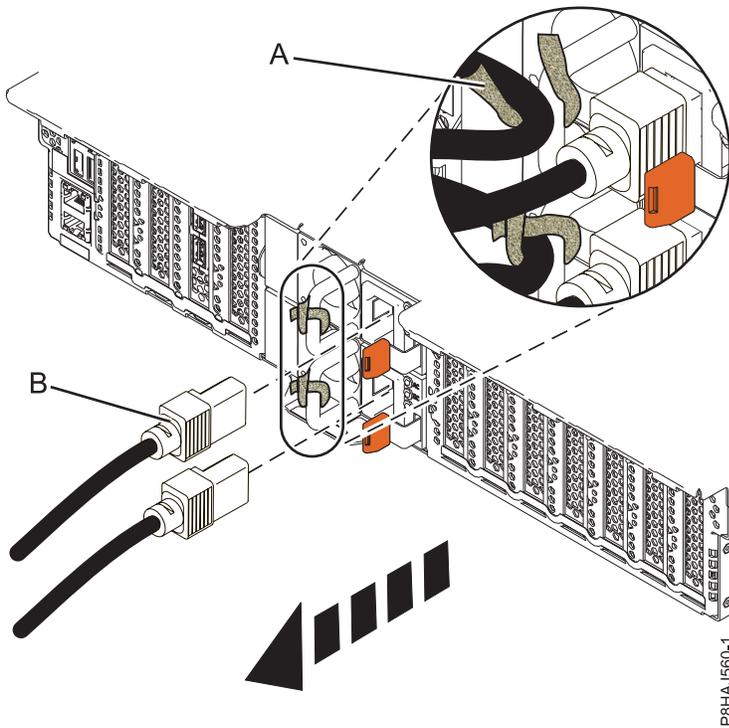
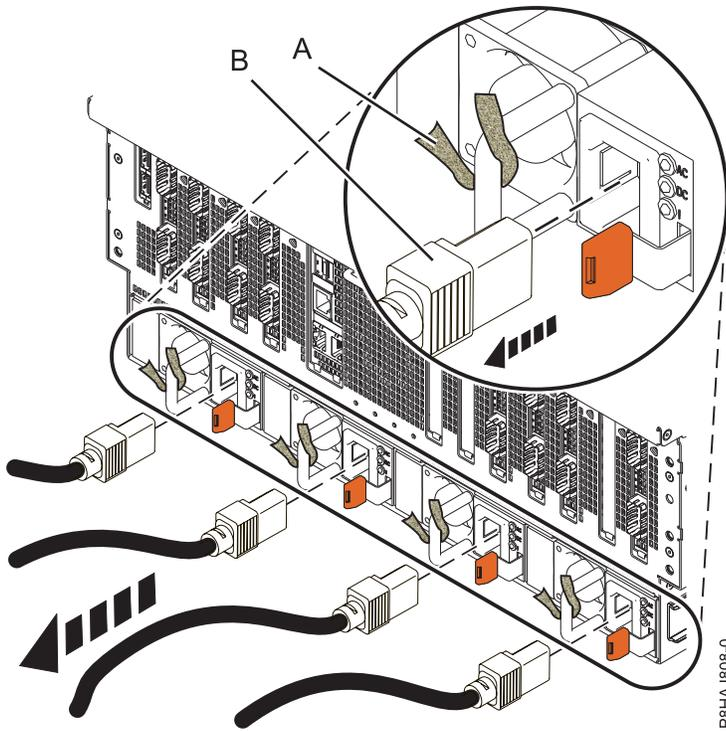

Figure 50. Retrait des cordons d'alimentation d'un système 5148-21L, 5148-22L, 8247-21L, 8247-22L, 8284-21A ou 8284-22A
Figure 51. Retrait des cordons d'alimentation d'un système 8408-44E ou 8408-E8E
3. Débranchez les cordons d'alimentation **(B)** de l'unité centrale. Voir les figures figure 49, à la page 89, figure 50, à la page 89 ou figure 51, à la page 90 selon le type de votre système.